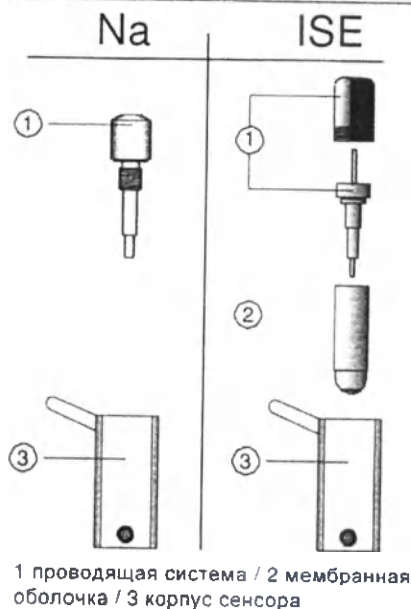

Рисунок 33 Сенсоры ISE в разобранном виде
- Отвинтите проводящую систему вместе с мембранной оболочкой из корпуса, см. рисунок 33.